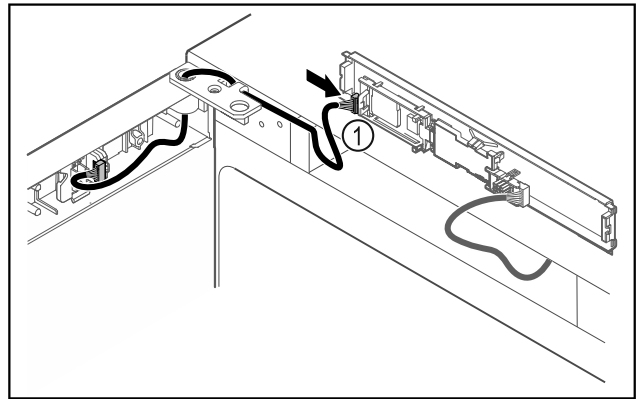

Fig. 47
- ▶ Zapojte zástrčku Fig. 47 (1) na dosku plošných spojov.